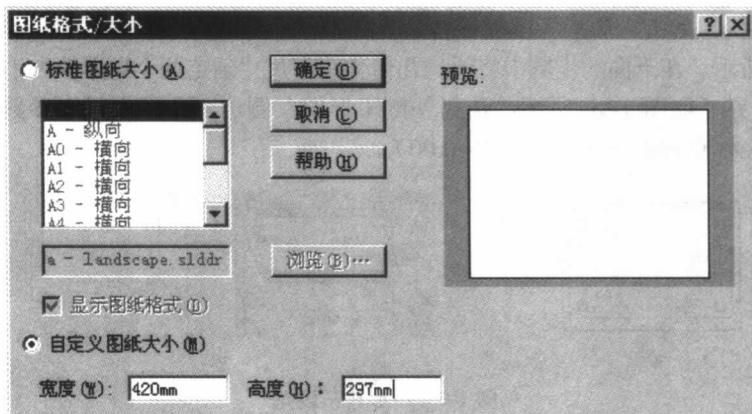

图 1-7 “图纸格式/大小”对话框
(1) 新建工程图。单击“新建”图标按钮 → “工程图”，弹出“图纸格式/大小”对话框，选中“自定义图纸大小”，在“宽度”栏中输入“420mm”，在“高度”栏中输入“297mm”，如图 1-7 所示。单击“确定”图标按钮，即可进入工程图界面。